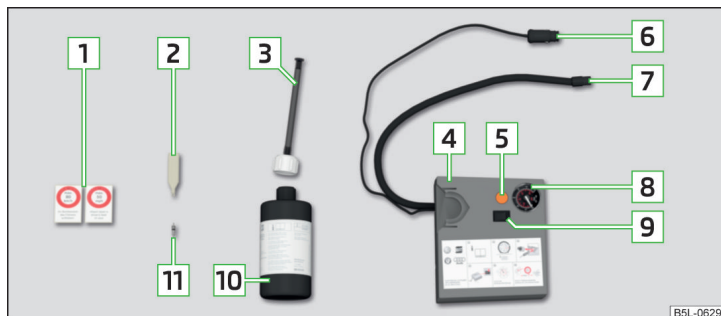

Fig. 223 Imagen esquemática: Componentes del kit de averías
Componentes del kit » fig. 223
- Pegue la etiqueta adhesiva correspondiente **[1]** » fig. 223 de la pág. 227 sobre el tablero de instrumentos en el campo visual del conductor.
- Agite la botella de inflado de neumáticos **[10]** » fig. 223 de la pág. 227 fuertemente varias veces.
- Enrosque el tubo flexible **[7]** » fig. 223 de la pág. 227 del compresor de aire fijándolo en la válvula del neumático.